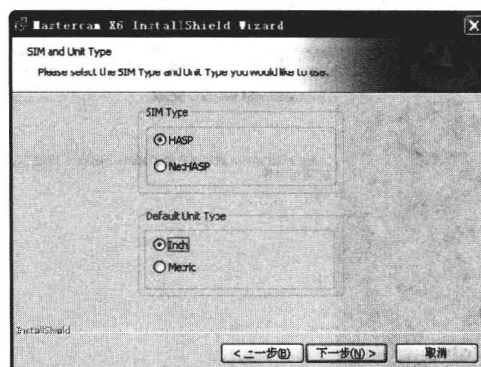

图 1-7 选择系统工作单位界面
STEP 07 确认安装路径后，单击“下一步”按钮，弹出如图 1-7 所示的选择系统工作单位界面。